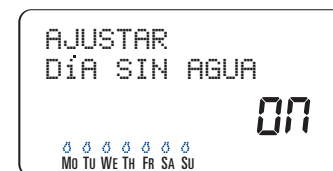

Ilustración 19: Pantalla – “Día sin agua”
2. Pulse **SIGUIENTE** hasta que el día de la semana parpadee y pulse **EFFACER**. [Ilustración 19]